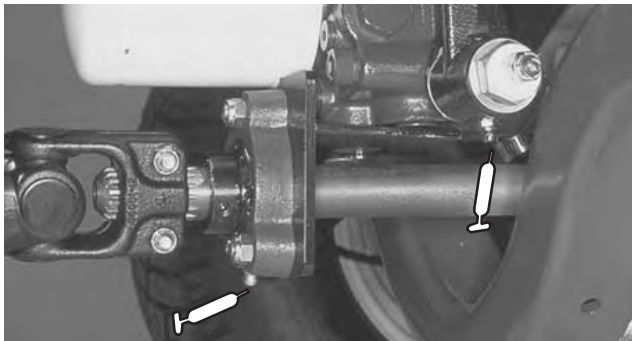

Bild 39
- Getriebesteuergestänge an Getriebe (1), Stützlager an Antriebswelle (1), Hinterachsenantriebswelle (3) (Bild 39)